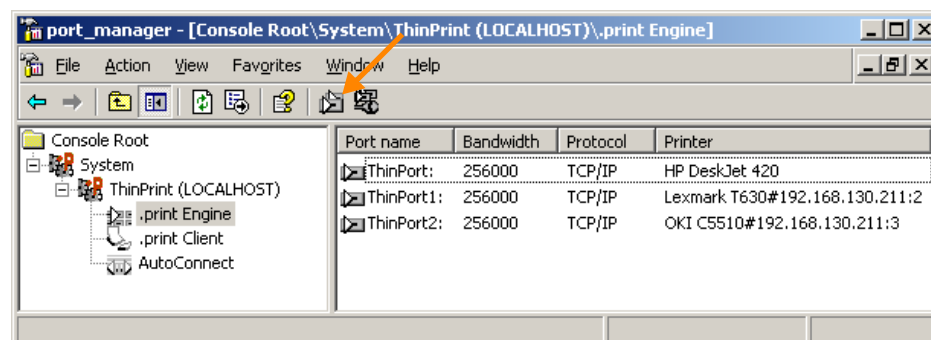

Bild 43 ThinPrint-Port-Konfiguration auf dem Terminal-Server
- Kontrollieren Sie mit der Portkonfiguration in der MMC, ob die drei Druckerobjekte mit einem *ThinPrint Port* verbunden sind und ob das richtige Protokoll und die gewünschte Bandbreite eingestellt sind (Bild 43).
1. Um sowohl ohne als auch mit Verschlüsselung drucken zu können, legen Sie einen neuen ThinPrint Port an. Klicken Sie hierzu auf das entsprechende Icon (Bild 43).